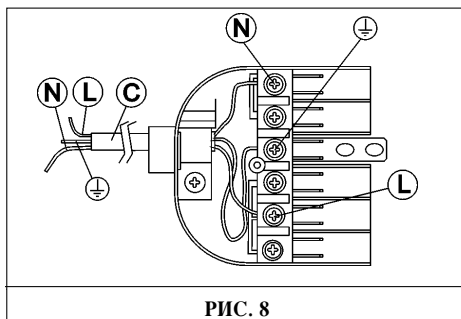

РИС. 8
- Если у прибора отсутствует шнур питания, руководствуясь схемой на рис. 8, к клеммной коробке следует присоединить шнур соответствующего сечения (см. таблицу на следующих страницах), оставляя провод «земля» длиннее провода «фаза».
- Подсоединить к шнуру питания «С» соответствующую указанной на маркировочной табличке потребляемой мощности вилку, если таковая не предусмотрена в комплекте. Подсоедините провода, как показано на рис. 8, следя за соблюдением нижеприведенных соответствий (рис. 8):